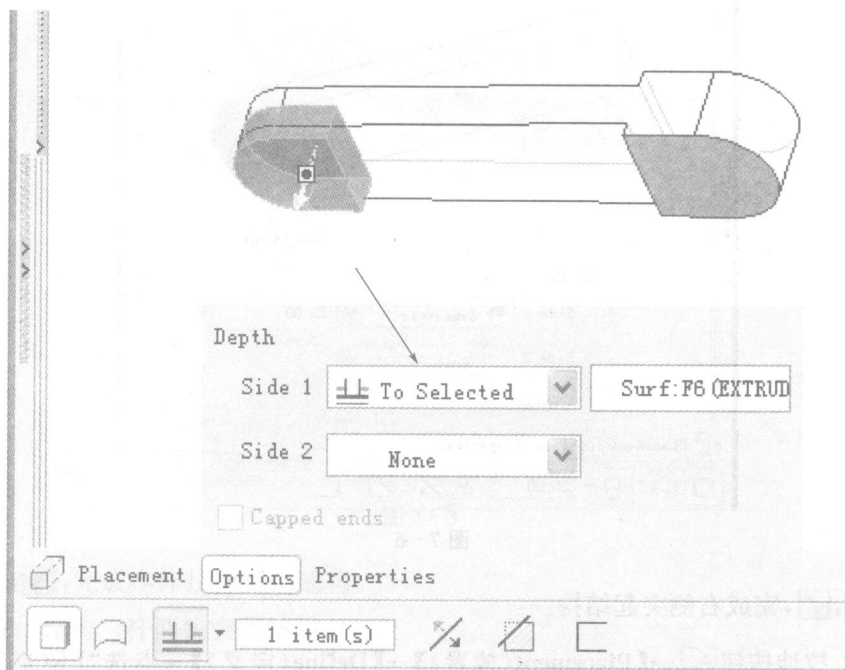

图 7-9
⑦ 点击✓,完成草绘→【Options(选项)】→修改“Side 1(第 1 侧)”深度方式为【To Selected(到选定的)】→点选右侧突起前面(如图 7-9 所示)。